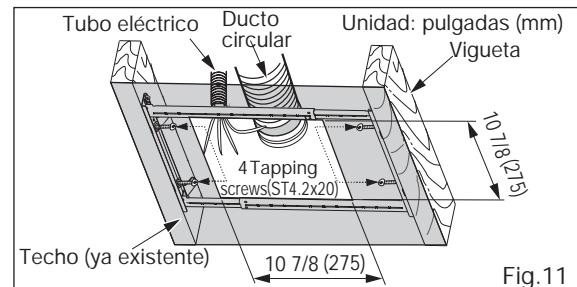

Fig.11
1. Quite el extractor existente y realice una abertura en el techo. Instale el soporte Flex-Z Fast™ en las viguetas utilizando 4 tornillos punta de broca (ST4.2x20) previamente fijados en el soporte. La red de ductos y los cables existentes quedan instalados. (Fig. 11)